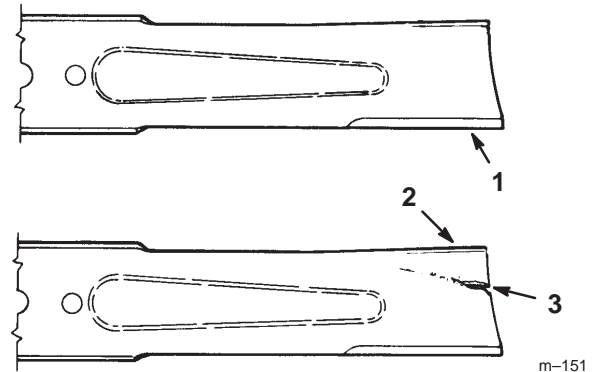

Figure 30
1. Inspectez les tranchants des lames (Fig. 30). Si les lames ne sont pas tranchantes ou si elles présentent des indentations, déposez-les et aiguissez-les (voir Aiguisage des lames, page 32).
2. Inspectez les lames, surtout la partie incurvée (Fig. 30). Remplacez immédiatement toute lame endommagée, usée ou qui présente une entaille (repère 3 de la Fig. 30).